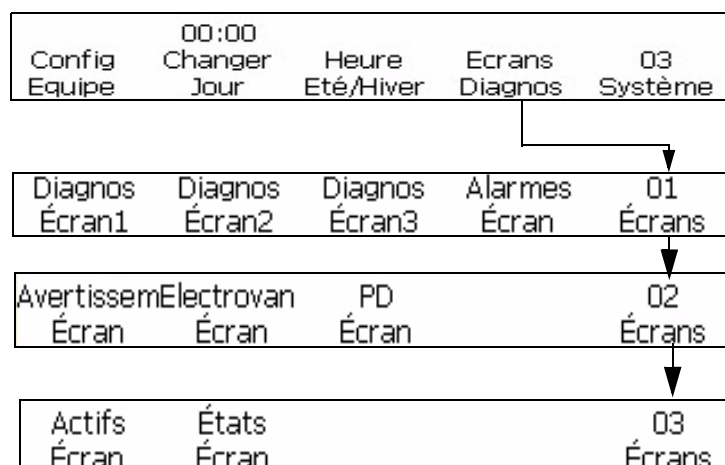

Figure 4-28: Fenêtre <Ecrans d'état>
- 1 Naviguez jusqu'à la Fenêtre <03 Système> (01 Editer > 02 Editer > 03 Editer > 04 Editer - Config. Système > 01 Système > 02 Système > 03 Système). Voir Figure 4-28.
- 2 Appuyez sur la touche F4 pour sélectionner < Ecrans d'état>. La Fenêtre Etat d'entretien s'affiche à l'écran (Figure 4-28). Voir les lectures en cours au-dessus de chaque étiquette de cette fenêtre (les valeurs peuvent varier selon l'état de l'imprimante).